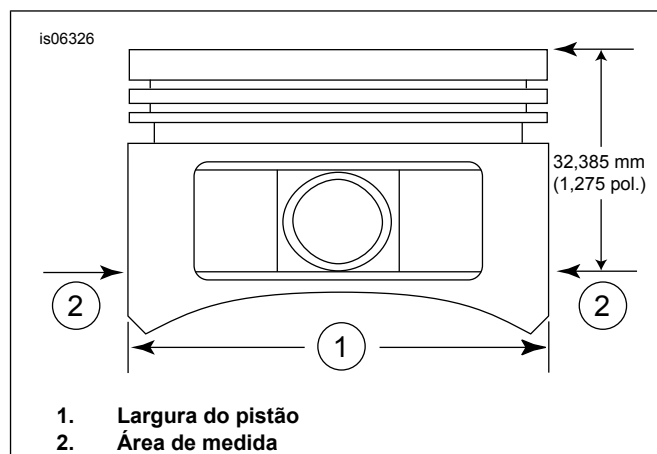

Figura 2. Medidas do pistão
5. Veja a figura 2. Meça a largura do pistão (1), 90 graus horizontalmente dos dois lados do furo do pino do pistão e 32 mm (1.275 in) para baixo a partir da superfície da plataforma (parte superior) do pistão (2). Veja a Tabela 11 para o ajuste do pistão para o cilindro neste local.